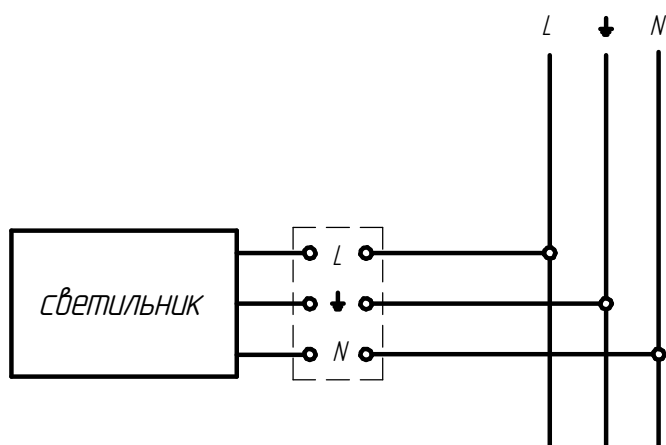

Рисунок 3 - Схема подключения светильника к сети
5.3 Подключите светильник к электрической сети согласно схеме рис. 3.